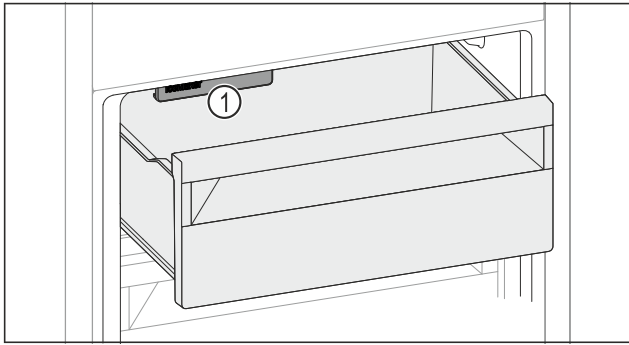

Fig. 142
- Tenga en cuenta el IceMaker Fig. 142 (1).